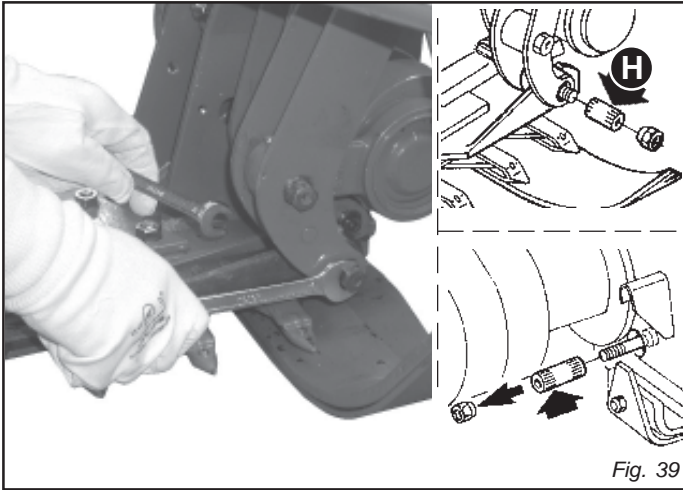
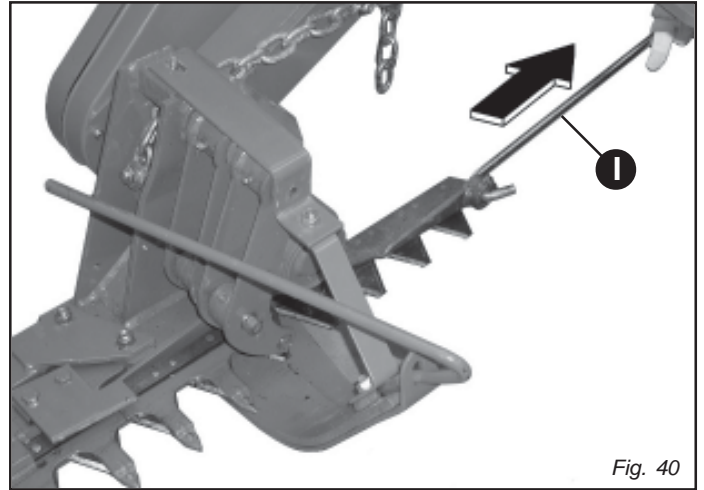

Fig. 39
Fig. 40
- Enlever le goujon à expansion (H, Fig. 39) et retirer la tige porte-sections (Fig. 40) avec le tirant d'attelage (I, Fig. 40).
- Retirer la goupille à expansion (H, Fig. 39) et enlever la tige porte-sections (Fig. 40).